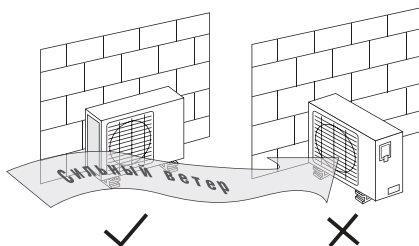

Рис. 36
- Свободное пространство вокруг наружного блока должно быть не менее указанных на рис. 36.